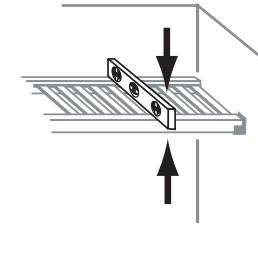

FIG. 4.4
8. Mettre la tablette à niveau (de l'avant vers l'arrière - Fig. 4.4)